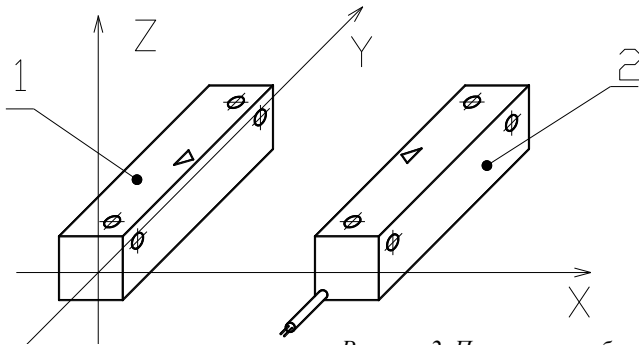

Рисунок 2. Перемещение блока магнита (исп. 100, 102, 104, 105) относительно блока геркона.
4.2. Перемещение блока магнитов относительно блока геркона (рис. 2 и 3) должно производиться по осям X (возвратно поступательное) и Z (проходное). Перемещение по оси Y не рекомендуется, так как в этом случае происходит трехкратное замыкание и размыкание контактов геркона.